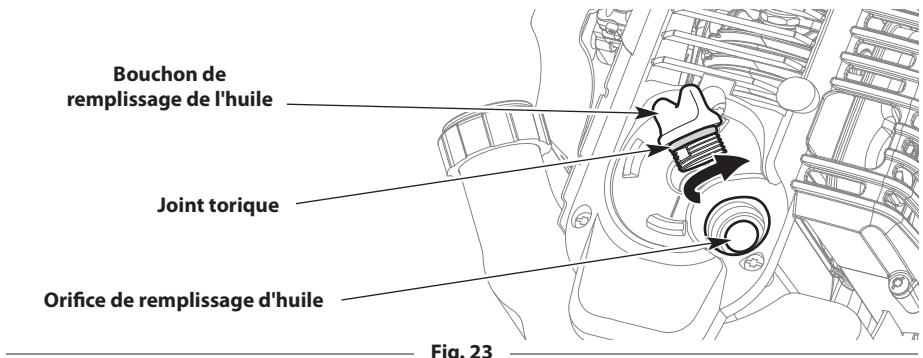

Fig. 23
3. Nettoyez la zone autour du bouchon de remplissage (Fig. 23) pour empêcher des débris d'entrer dans l'orifice de remplissage d'huile (Fig. 23).
7. Assurez-vous que le joint torique est en place sur le bouchon de remplissage d'huile (Fig. 23).
1. Nettoyez la zone autour du bouchon de remplissage (Fig. 23) pour empêcher des débris d'entrer dans l'orifice de remplissage d'huile.
5. Versez 90 ml (3,04 oz liqu.) d'huile SAE 30 dans l'orifice de remplissage (Fig. 23).